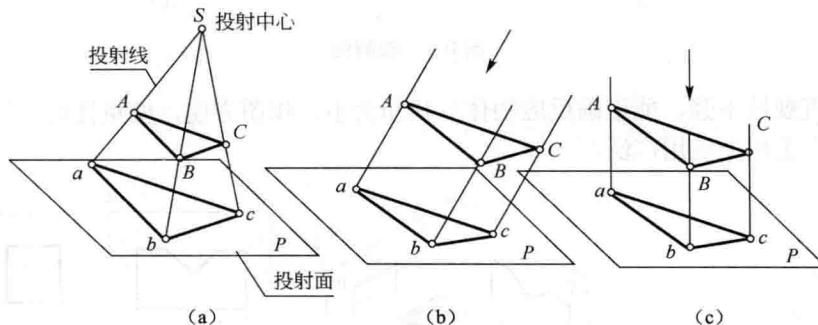

图 0-2 投影法
投射线汇交一点的投影法[图 0-2(a)]，空间三角形  $ABC$  的投影  $abc$  的大小随投射中心  $S$  距离  $ABC$  的远近或者  $ABC$  距离投影面  $P$  的远近而变化，所以它不适用于绘制机械图样。
(1) 斜投影法——投影线与投影面倾斜，如图 0-2 (b) 所示。
(2) 正投影法——投影线与投影面垂直，如图 0-2 (c) 所示。